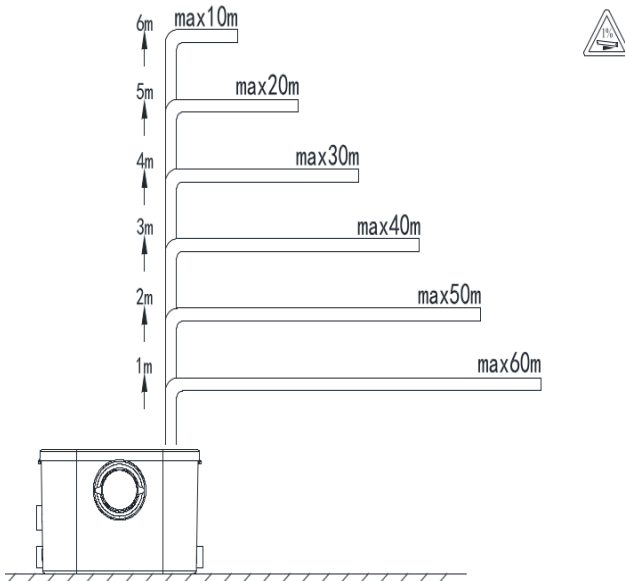

Рисунок 2
- При подключении выходного трубопровода, обращайтесь внимание, чтобы предельные значения указанные на рис. 2 по высоте и горизонтали не превышались.
На рис.2 показана макс. длина горизонтального участка трубопровода в зависимости от высоты подъёма жидкости и диаметра трубопровода.